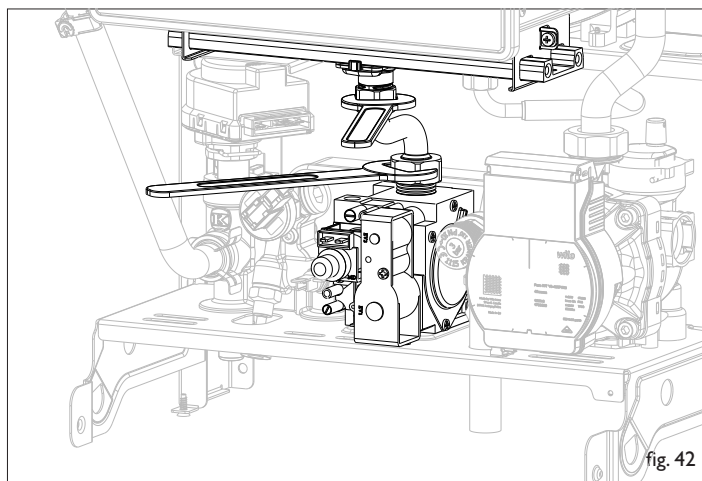

fig. 42
- Allentare i dadi del tubo che collega il collettore del bruciatore alla valvola gas (fig. 42). Svitare completamente solo il dado lato valvola gas e far ruotare il tubo in rame